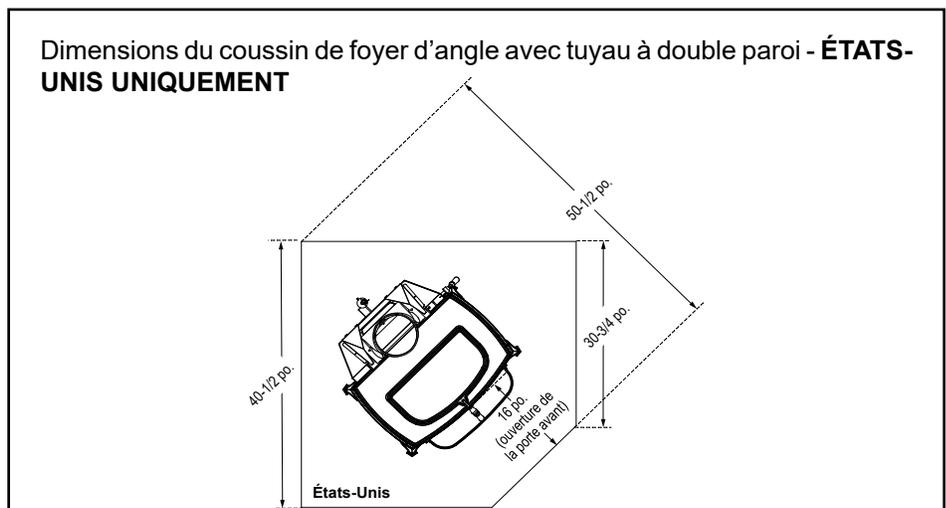

Figure 3.8
Au Canada, une protection similaire doit être installée sur le sol autour du poêle : elle doit mesurer 457 mm (18 po) à l'avant, 203 mm (8 po) sur les côtés et 152 mm (6 po) à l'arrière. Figure 3.8
***EXCEPTION :** Des protections incombustibles pour les sols doivent s'étendre sous le conduit lorsque l'évacuation est horizontal et se prolonger de 51 mm (2 po) de chaque côté du conduit. Voir la figure 3.8.